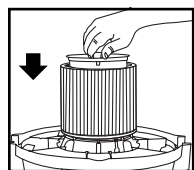

FIGURE 18
23. Placez le porte-filtre dans la partie supérieure de la cartouche filtrante. **FIGURE 18.**